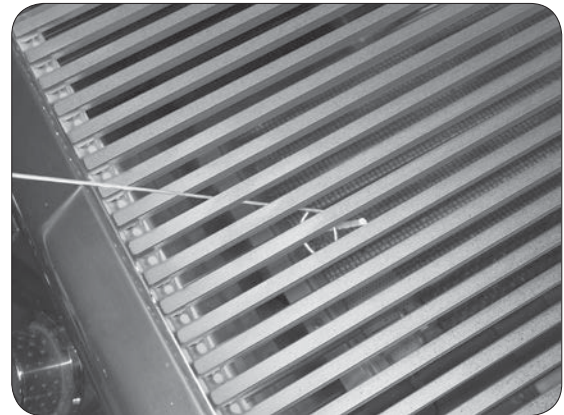

Fig. 21-2 - Éclairage manuel
2. Insérez un allumeur brûlant de butane de long-baril, une allumette brûlante de long-tige, ou une allumette brûlante tenue par un support de prolongation de fil par la grille à cuire s'ouvrant au dessus du brûleur (fig. 21-2).
4. Si le brûleur ne se allume pas dans les cinq (5) secondes de tourner le bouton de commande, enfoncez immédiatement le bouton et tournez la valve à **AU LOIN**. **ATTENDEZ CINQ (5) MINUTES** avant de répéter les étapes 2 à 4 des instructions manuelles d'éclairage.